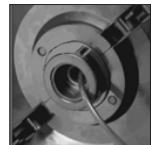

Рис. 3
- Пропустите вилку шнура питания в крепёжную гайку, закрутите крепёжную гайку, поворачивая её по часовой стрелке, убедитесь, что основание (1) надёжно закреплено (рис. 3).